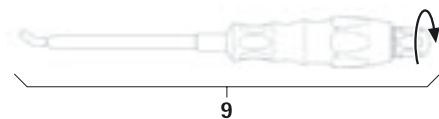

Fig. 13
- Montar el instrumento de inserción de varilla 9, ver Fig. 13.